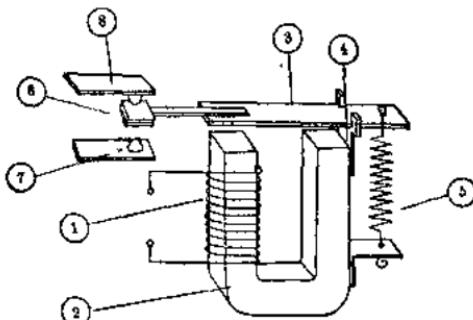
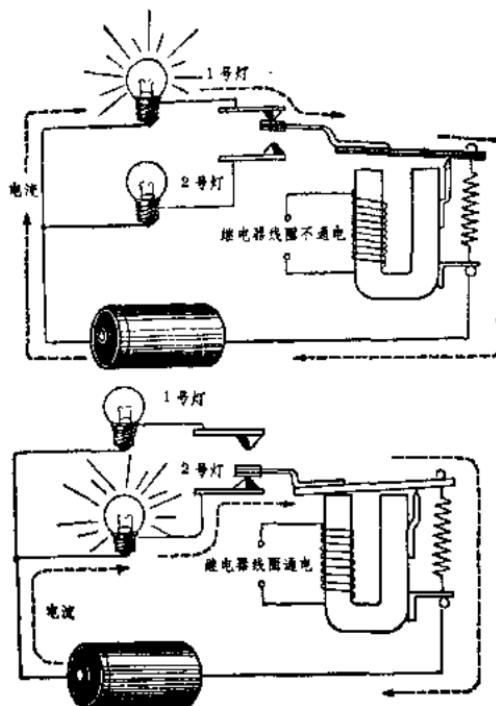

图 2-6
图 2-7
继电器——它是本书所介绍的各种光电控制模型中都要用到的。它的简单结构和工作原理如图 2-6 所示。图中①是线圈，②是铁芯。当在线圈上通过足够大的电流时，在铁芯上产生了电磁吸力，克服弹簧⑤的拉力，吸动衔铁③，衔铁③会在支架④上往下移动。当线圈不通电时，便靠弹簧⑤的作用力使衔铁离开铁芯。在衔铁上有一个动触点⑥，它随着衔铁上下运动。当线圈通电吸动衔铁向下时，衔铁上的动触点⑥就同下面的固定触点⑦接通。动触点⑥和固定触点⑦在线圈不通电时，它们是不接通的，因此把触点⑦叫做“常开触点”。线圈不通电，在弹簧⑤的拉力下使衔铁向上，动触点⑥与上面的固定触点⑧接通。由于线圈不通电时，动触点⑥和固定触点⑧总是闭合着的，所以把触点⑧叫做“常闭触点”。由此可见，继电器的作用好象是一个用电操纵的开关。继电器线圈通电后能使⑥、⑦触点接通。继电器线圈断电则使⑥、⑧触点接通。它是一个可以不必直接用手来拨动的开关。图 2-7 所示，是通过继电器控制线圈的通电或断电，利用它的“常开”或“常闭”触点来控制小灯泡的亮、暗。如把图中的小灯泡换成小电动机，则就可以自动控制电机的转动了。
- 4) 按图 2-7 的线路接线，用 9 伏电池给继电器的线圈通